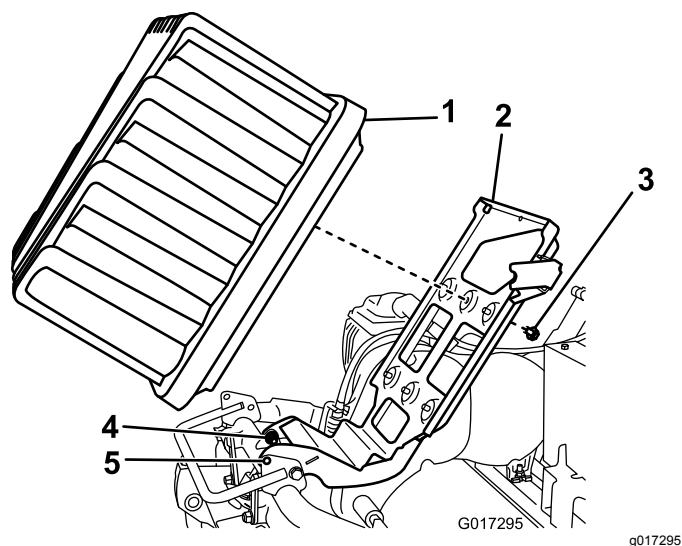

Figure 12
5. Desserrez les 2 boulons/écrous de pivot d'un demi-tour chacun (Figure 12).
6. Soulevez la plate-forme de la batterie jusqu'à ce que les trous de blocage du socle soient alignés sur ceux du cadre (Figure 12).